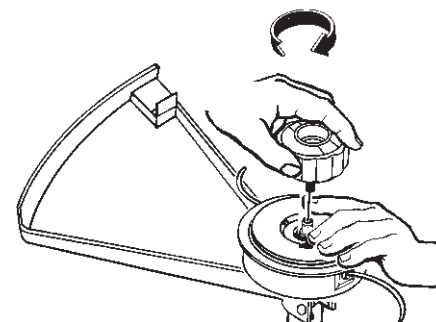

Fig. 14
9. Une fois la bobine en place, appuyer pour compresser le ressort. Tirer fermement sur chaque extrémité du fil (H) pour le dégager des encoches (Figure 14).